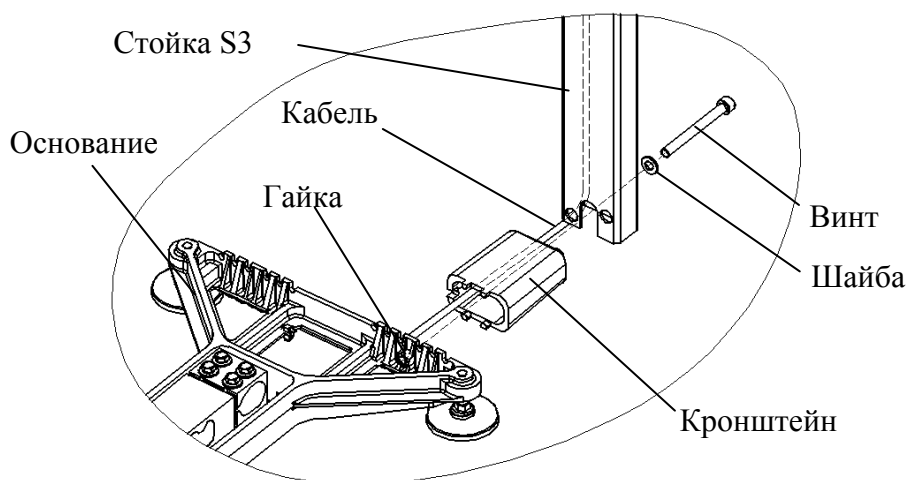

Рис. 6.3 - Крепление прямоугольной стойки к основанию весовой платформы
- обязательно протянуть кабель весовой платформы через кронштейн и стойку (см. Рис. 6.3);